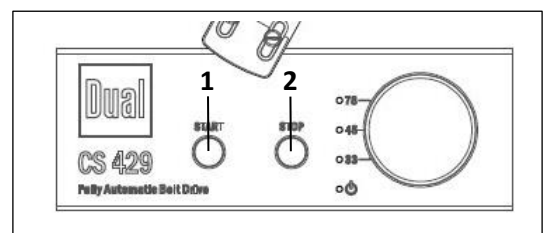

Abb.2
1. Den Netzschalter (8) einschalten. Die LEDs und „33“ leuchten blau. (Abb. 2).
3. Am Drehschalter (11) die gewünschte Geschwindigkeit **33, 45, 78** wählen. Die gewählte Drehzahl wird per LED angezeigt.
1. Den Netzschalter (8) einschalten. Die LEDs und „33“ leuchten blau. (Abb. 2)
2. Platte auflegen, bei Singles den Zentrierpuck aufsetzen und die Plattengröße einstellen (19).
3. Am Drehschalter (11) die gewünschte Geschwindigkeit **33, 45; 78** wählen. Die gewählte Drehzahl wird per LED angezeigt.
4. Den Halteclip an der Tonarmablage lösen und die Start-Taste (1) drücken.
6. Der Abspielvorgang kann jederzeit mit der STOP-Taste (2) beendet werden. Der Tonarm kehrt zurück zur Tonarmablage. Die LED blinkt.